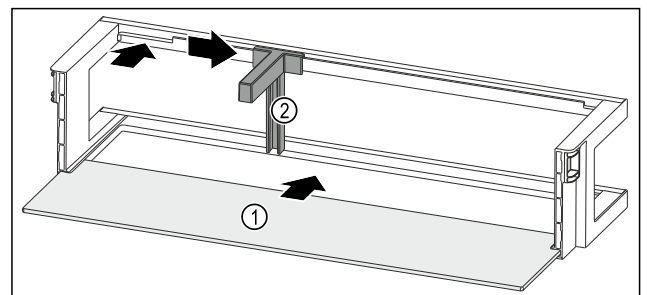

Fig. 122 Türabsteller mit Abstellfläche
- ▶ Abstellfläche Fig. 122 (1) in die seitlichen Einsparungen einschieben.
- ▶ Flaschenhalter Fig. 122 (2) in die Aussparung einsetzen.
- ▶ Flaschenhalter Fig. 122 (2) in gewünschte Position zur Seite schieben.